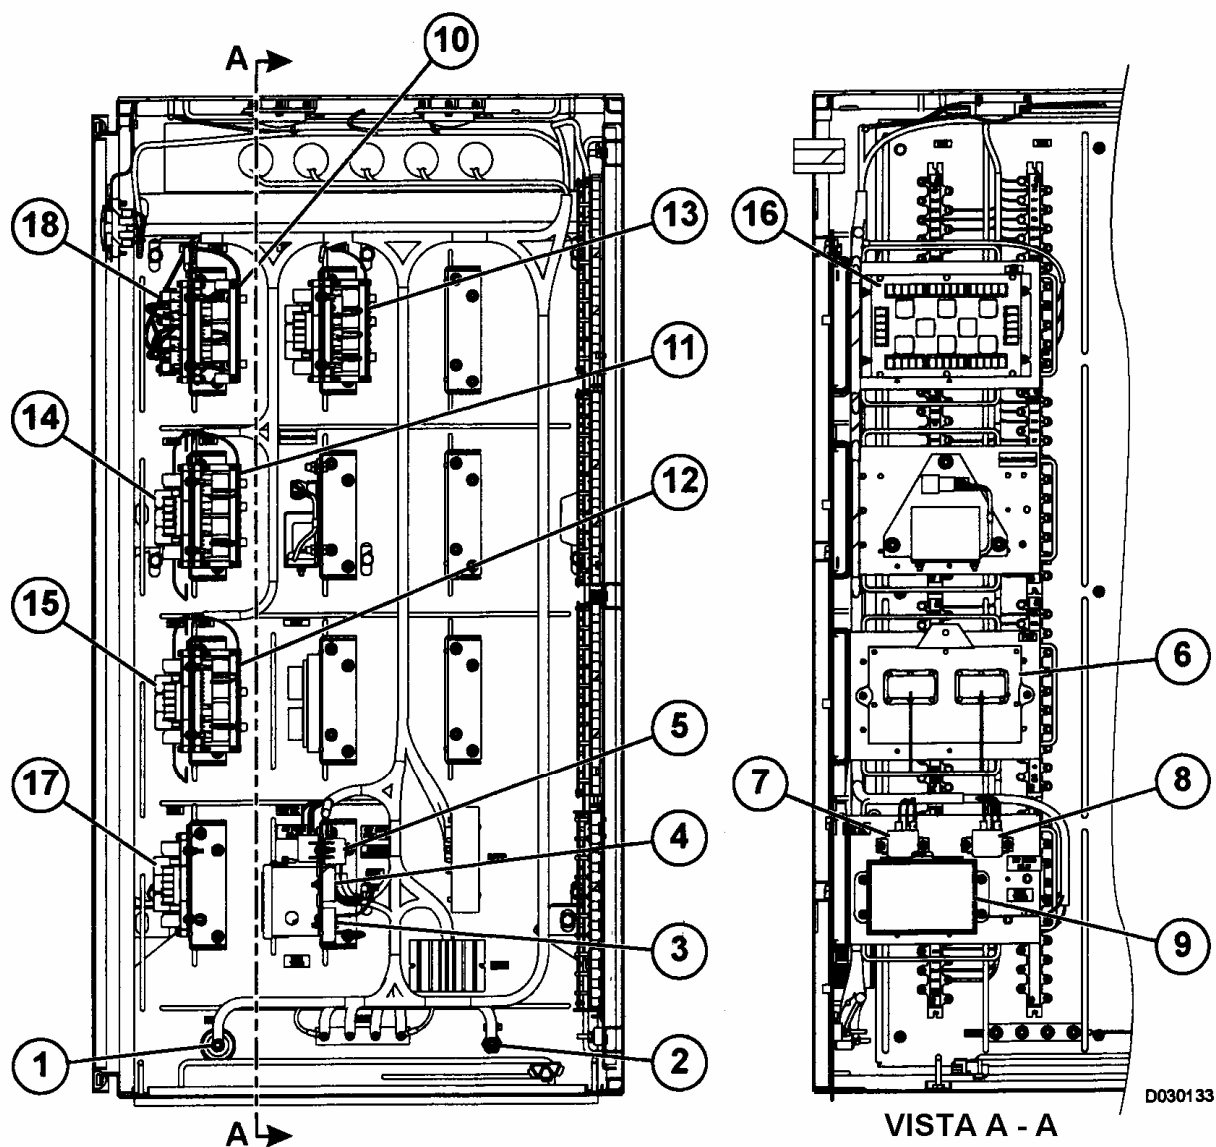

FIGURA 3-1 GABINETE DE CONTROL AUXILIAR – PARED POSTERIOR
El terminal de 24VDC (1, Figura 3-1) y el terminal de 12VDC (2) se encuentran montados en la pared izquierda del gabinete. Estos terminales distribuyen voltaje de la batería y 12VDC para dispositivos que requieren voltaje reducido. El terminal de 24VDC es un punto de prueba conveniente para medir el voltaje de la batería durante los procedimientos de análisis de fallas.
El tablero de diodos (18, Figura 3-1) contiene 24 diodos reemplazables que están montados en un conector enchufable de fácil reemplazo. Algunos de los diodos se usan en el circuito de bobina de diversos relés para suprimir las alzas de voltaje resultantes de la bobina cuando se elimina la energía del circuito, evitando dañar los demás componentes del circuito (filamentos de luces, etc.). Otros diodos se usan para controlar el flujo de corriente en un circuito según se requiera. Los resistores o diodos también se pueden instalar en los soquetes P7 a P12.
Consulte la Figura 3-1 para la ubicación de cada tablero de relés. Consulte el Cuadro de Disyuntores al final de esta sección para los números de identificación del circuito eléctrico.